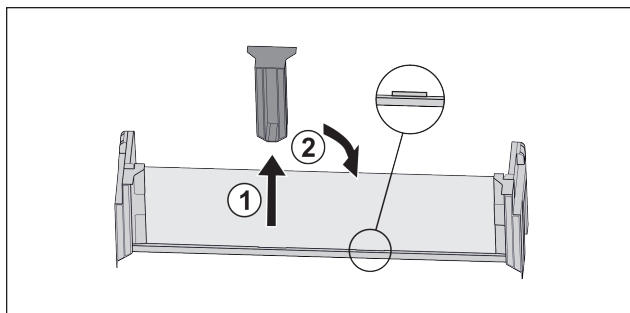

Fig. 19
- ▶ Stiahnite stredný prídržný diel Fig. 19 (1).
- ▶ Nasadte stredný prídržný diel do druhej pozície Fig. 19 (2).